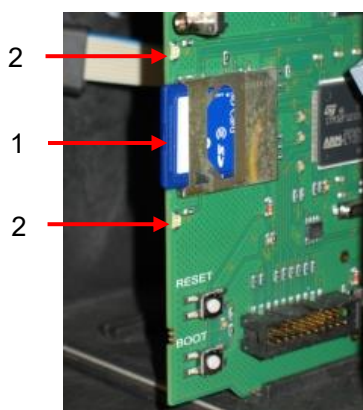

Figura 16
Inserte la tarjeta SD en la ranura prevista para ello (1), como se muestra en la figura 16.